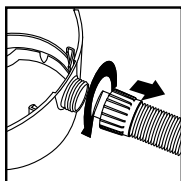

FIGURE 11
21. Dévissez l'écrou autobloquant du tuyau et retirez le tuyau de l'admission. **FIGURE 11.**